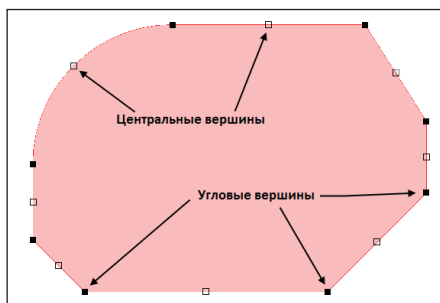

Рис. 1. Изменение формы полигона
2. Значительно усовершенствованы инструменты для редактирования полигонов. Для изменения формы полигона необходимо перетащить его за ребро или вершину. Центральные вершины обозначаются незалитым квадратом, угловые вершины — залитым (рис. 1). Каждое ребро или дуга имеют две концевые вершины и одну центральную. Доступны три режима редактирования: *Miter* (Фаска), *Incurvate* (Скругление) и *Move* (Свободное перемещение). Для переключения между режимами необходимо при перемещении вершины нажать **SHIFT + Пробел**.